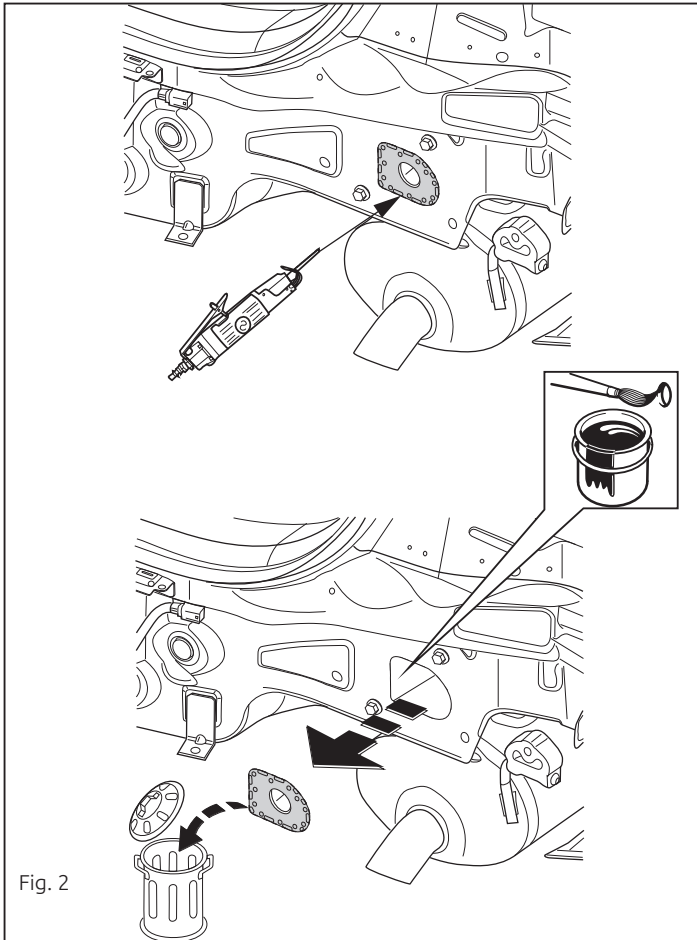

Fig. 2
5. Выпилить обозначенные части, как указано на рис. 2.
12. Выпилить часть из пластмассового защитного колпака в середине снизу, как указано на рис. 2.